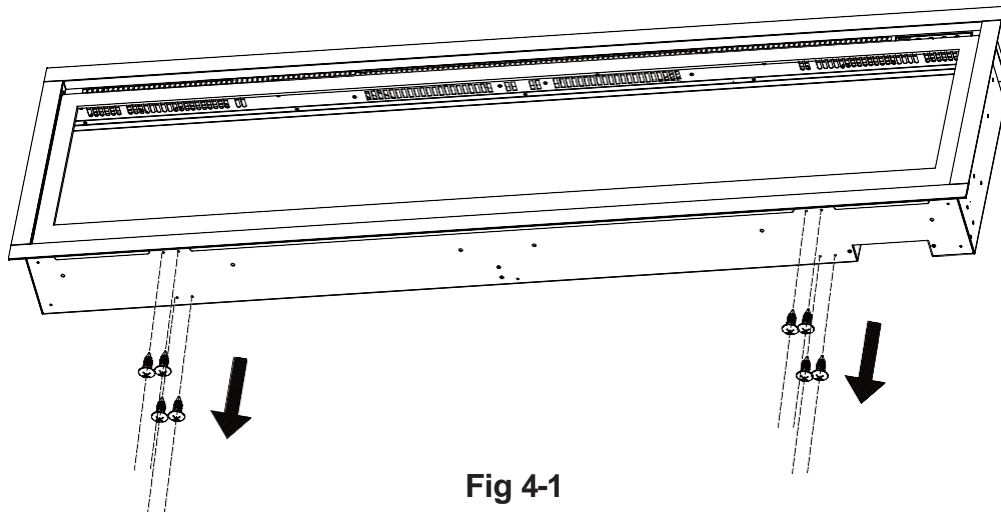

Fig 4-1
- D. Verwijder alle schroeven uit de onderkant van het apparaat. (Afb. 4-1) Leg de schroeven opzij.